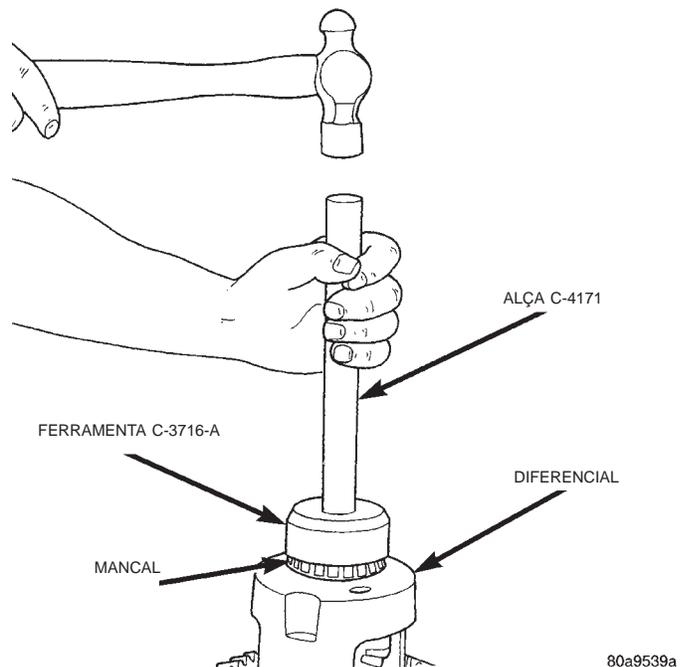

Fig. 21 Instalação dos Rolamentos Laterais do Diferencial
(1) Utilizando a ferramenta C-3716-A com alça C-4171, instale os mancais laterais do diferencial (Fig. 21).
(2) Instale o diferencial na carcaça do eixo.